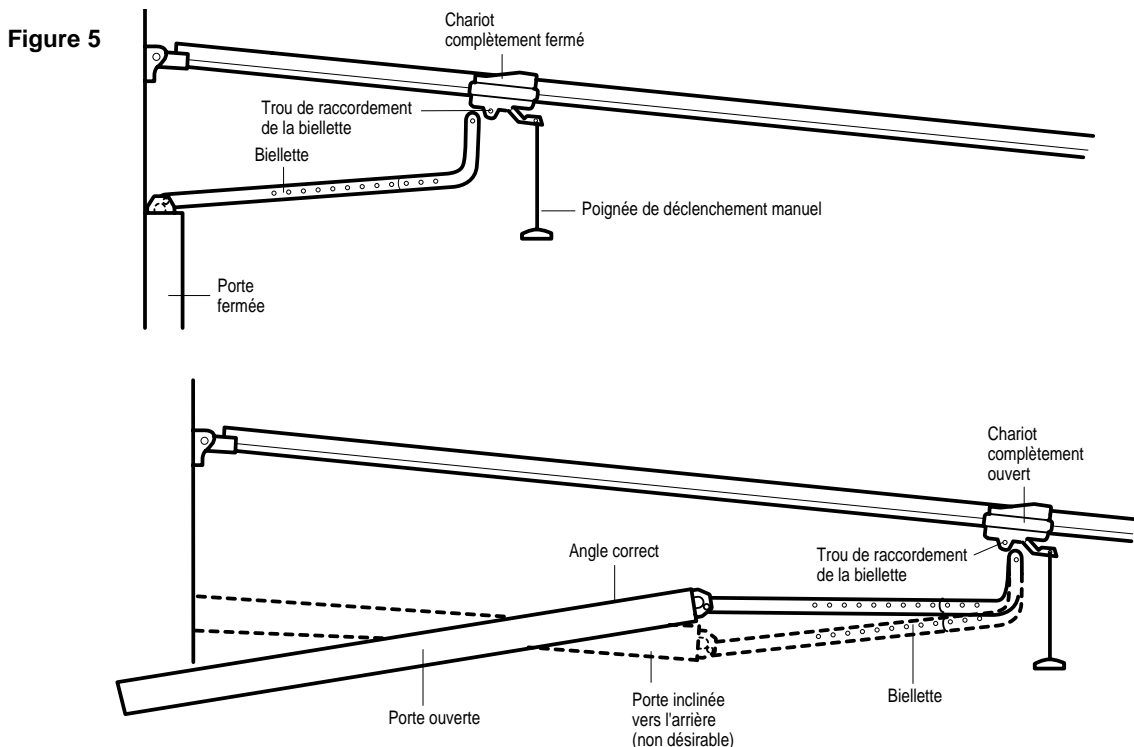

Figure 5
2. Méthodes de réglage, Figure 5 :